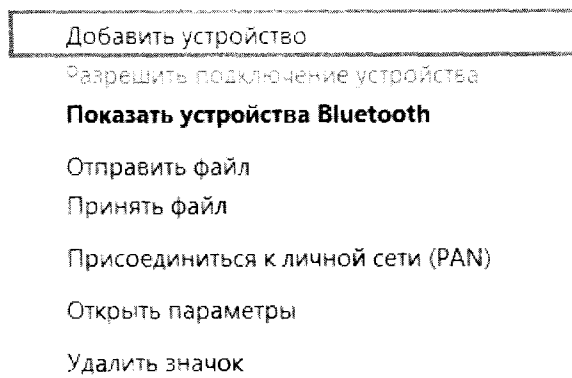

Рис. 245. Меню настроек
3. Выберите в меню **Добавить устройство** (рис. 245).